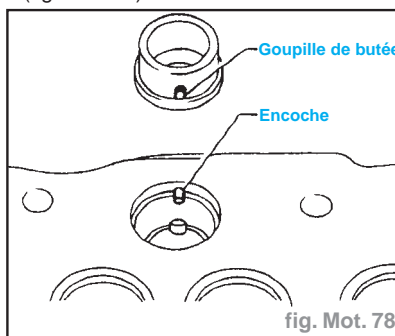

fig. Mot. 78
- Aligner la cheville des chambres de combustion avec l'encoche de la culasse et la placer dans la culasse avec un maillet à tête en matière plastique (fig. Mot. 78).